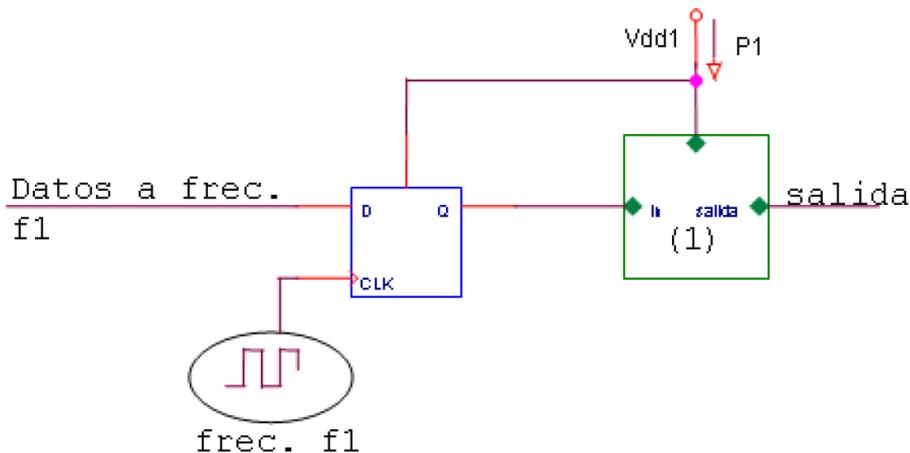
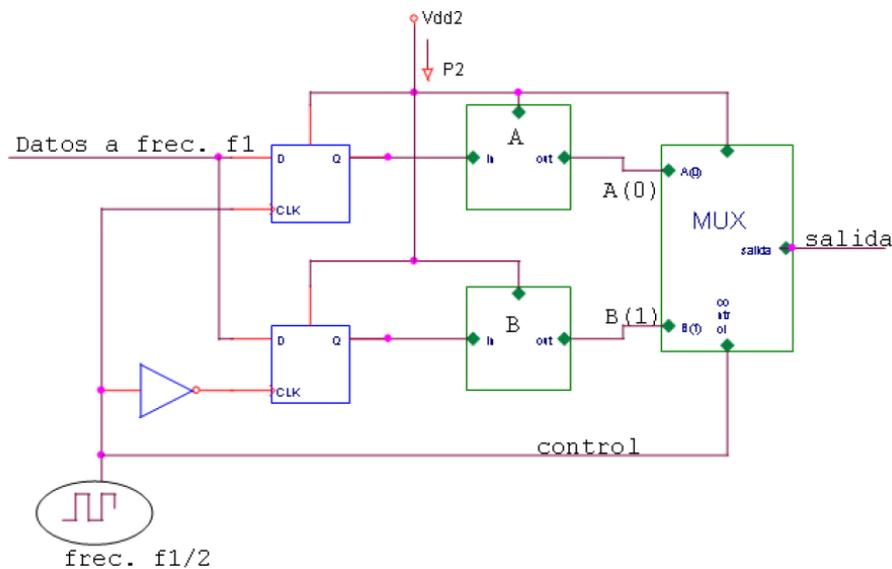

Figura 3.1
Figura 3.2
- (b) Las figuras 3.1 y 3.2 muestran un mecanismo para reducir el consumo en circuitos integrados CMOS a expensas de aumentar la complejidad del circuito. Se tiene un circuito CMOS (figura 3.1) que procesa datos a una frecuencia  $f_1$  y consume una potencia  $P_1$ , estando alimentado con una tensión  $V_{DD1}$ . Este circuito se sustituye por el de la figura 3.2, en que los bloques A y B son idénticos al bloque original (1) de la figura 3.1. En el circuito de la figura 3.2 los bloques A y B se alternan en el procesamiento de los datos, operando cada uno a una frecuencia  $f_1/2$ . Considerando solo la potencia debida al consumo dinámico (no se considera potencia estática ni consumo debido a camino directo  $V_{DD}$ - $V_{SS}$ ), indicar: